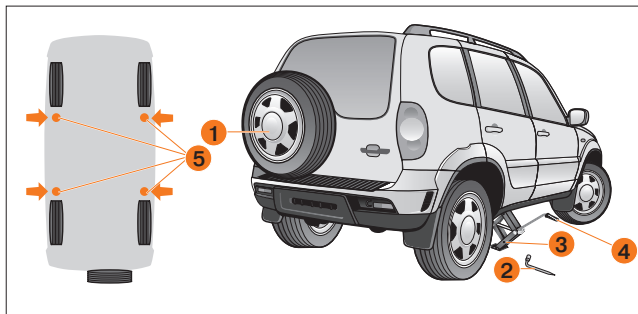

Рис. 83. Подъем автомобиля при замене колёс
2. Достаньте, отсоединив ремень крепления, домкрат **3** (рис. 83) и колёсный ключ **2**, которые расположены в багажнике с правой стороны. Демонтируйте запасное (полноразмерное или временного пользования) колесо **1**. Для демонтажа запасного колеса снимите декоративный колпак (при его наличии) и отверните три гайки, которыми колесо крепится к специальному кронштейну.